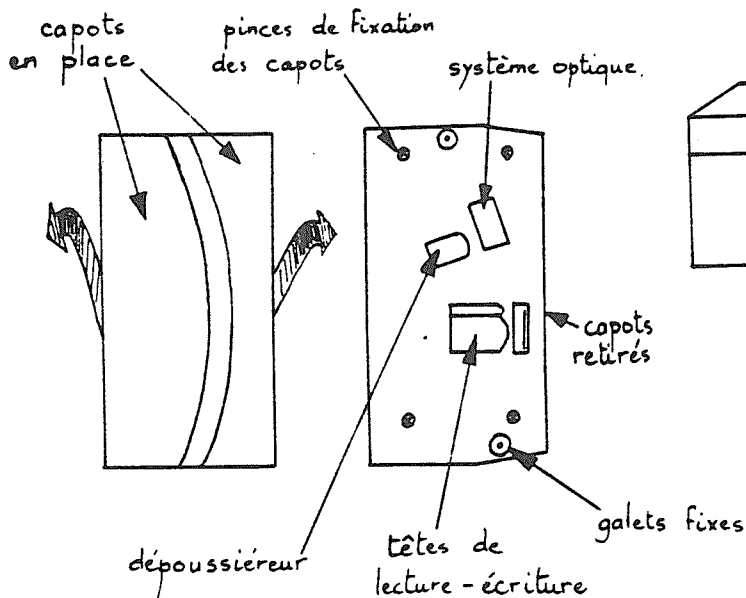

figure 7
- Nettoyer à l'aide d'une brosse douce ou d'un coton tige sec le dépoussiéreur de bande (ne pas utiliser d'alcool isopropyl., ce qui endommagerait le système optique de détection de début et fin de bande) (voir fig. 7)